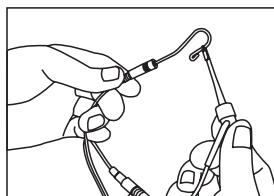
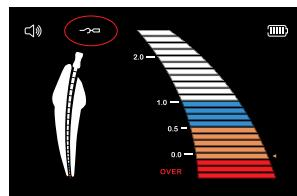

Imagen 5
Imagen 6
d) Haga que el gancho labial toque el cable doblado del clip de archivo [como se muestra en la imagen 5], asegúrese de que el ícono de conexión en la pantalla LCD se muestre de manera constante [como se muestra en la Imagen 6], de lo contrario, significa que el clip de archivo o el cable de medición está dañado, debe ser reemplazado.